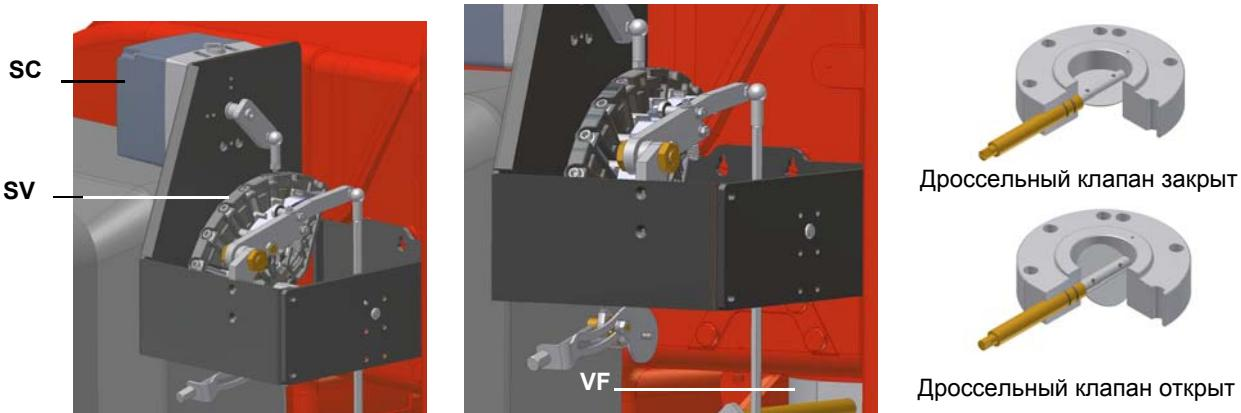

Рис. 14
- 7 установить вручную варьируемый сектор SV (см. Рис. 14) в положение большого пламени, проверяя постоянно содержание уходящих газов, и заблокировать его на желаемом положении, установив сервопривод в положение автоматической работы AUTO (с помощью соответствующего переключателя - см. фото)
- 12 После регулировки расхода воздуха и газа на максимальной мощности, приступить к регулировке всех точек варьируемого сектора **SV** (см. Рис. 14), вплоть до точки минимальной мощности, для этого смешая постепенно варьируемый сектор и регулируя каждый винт **V**, до тех пор пока Вы не настроите профиль стальной пластиинки, действуя так, как описано в последующих пунктах.
- 13 для того, чтобы изменить положение сектора **SV** (см. Рис. 14), установить сервопривод на режим MAN, повернуть сектор и вновь установить сервопривод в режим AUTO, для того, чтобы заблокировать сектор;
- 14 воздействовать на винт **V** (см. Рис. 14), соответствующий двум подшипникам напротив на варьируемом секторе;